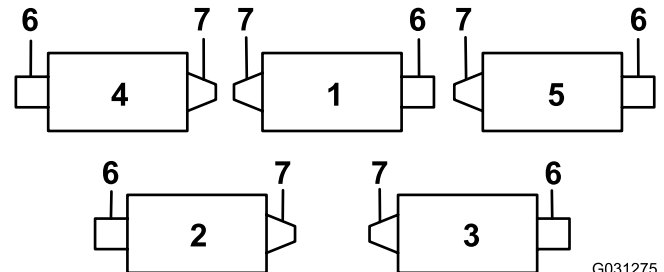
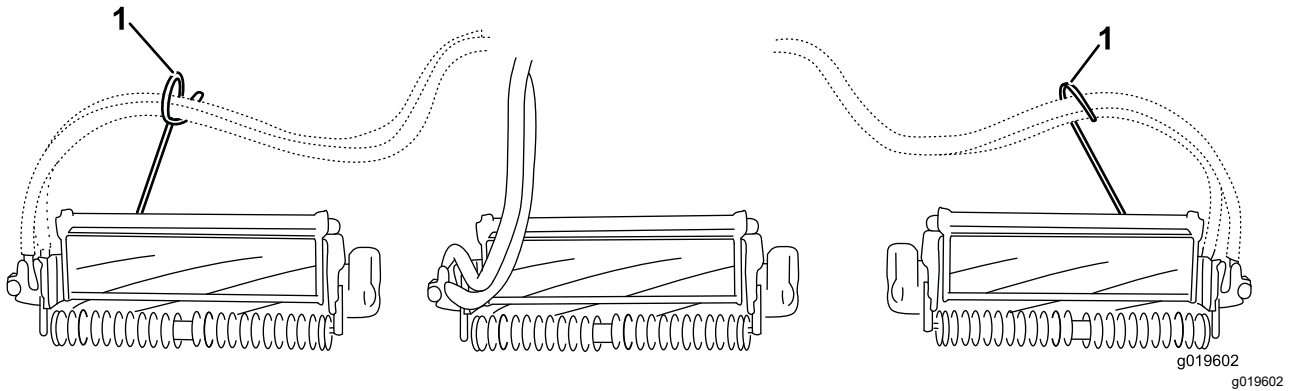
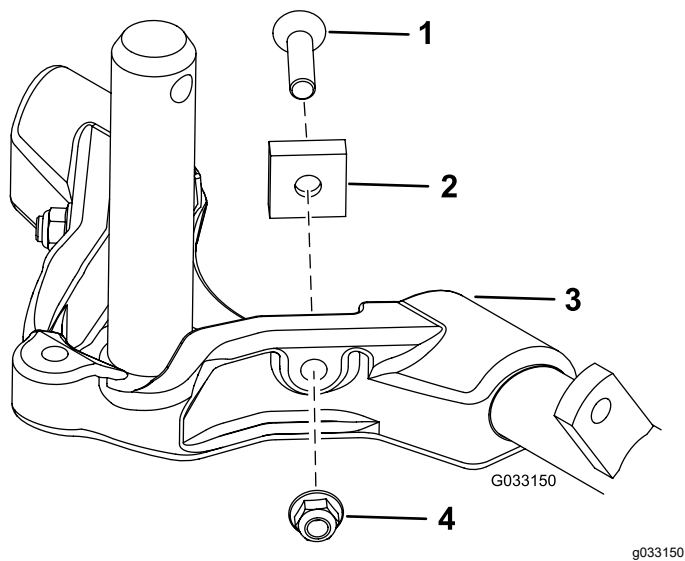

図 12
図 14
図 15
重要 4番左前カッティングユニットと、5番右前カッティングユニットでは、ロッドブラケット取り付けナットを使って、各ユニットのタブの前にホースガイドを取り付ける。ホースガイドは、中央カッティングユニットに向かって傾斜するのが正しい(図 12-図 14)。
7. 後ろのカッティングユニット2番と3番のキャリアフレームから、ピボットスペーサ、六角ソケットねじ、およびフランジロックナット各2個(図 15)を取り外すことにより、これらのカッティングユニットの首振り追従性能を向上させることができます(図 12)。